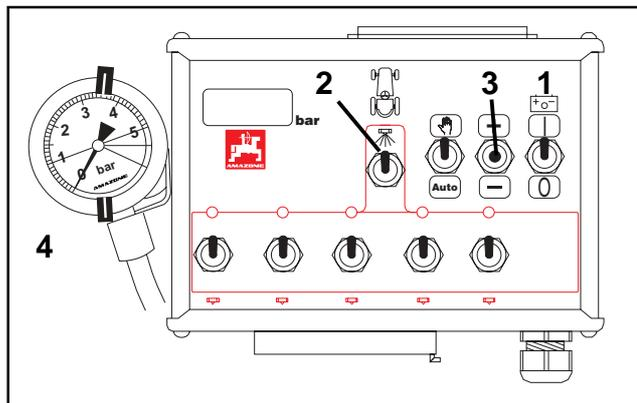
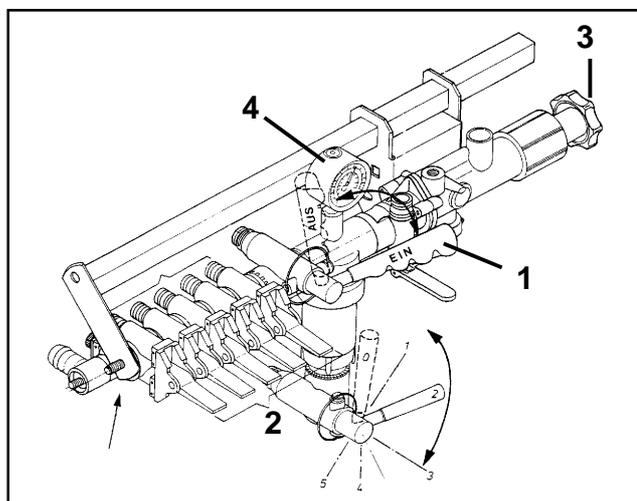

Fig. 7.9
Fig. 7.10
- Commutez l'interrupteur (fig. 7.9/1) d'alimentation en courant sur la position repérée par "I" (EIN) (exclusivement sur les régulateurs utilisés en combinaison avec un boîtier de télécommande électrique).
- Fermez la vanne centrale (fig. 7.10/1) (EIN) et les cames des tronçons (fig. 7.10/2) (**Régulateur à commande manuelle exclusivement**) ou commutez l'interrupteur central (fig. 7.9/2) d'ouverture/coupeure de la rampe sur la position "0" (AUS) (**régulateurs avec télécommande électrique exclusivement**).
- Réglez la pression de travail fournie par le tableau de débit en tournant la vis étoile (fig. 7.10/3) ou en appuyant sur la touche  $\pm$  (fig. 7.9/3) pour l'afficher à l'indicateur de pression (fig. 7.9/4 ou 7.10/4).